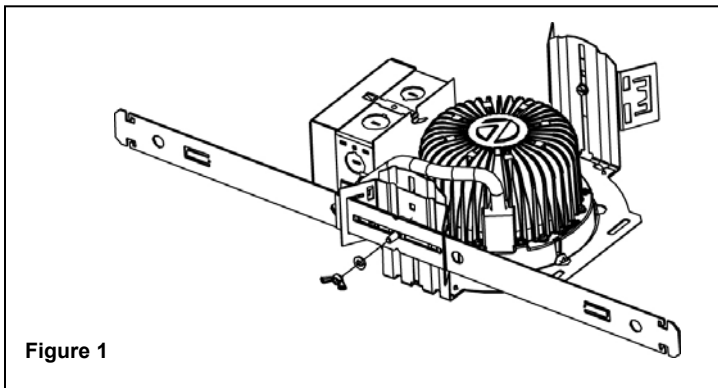

Figure 1
- 1.) Place (2) short hanger bars together so that the formed tabs slip into the slots to form one long rigid hanger bar. Aligning the "V" cutouts in the hanger bar will set the spacing for a 24" ceiling. (See Figure 1.)
- 3.) Adjust the hanger bars as needed and tighten the wing nuts to secure the spacing. (See Figure 1.)
- 1) Rassembler les deux supports courts (2) de manière à ce que les languettes prévues se glissent dans les rainures et forment un seul support rigide plus long. Aligner les découpes en « V » du support pour régler l'espacement à une structure de plafond de 24 po. (Voir la Fig. 1)
- 2.) Assembler les supports dans les ferrures de montages ajustables en glissant le support rigide allongé à travers la longue patte verticale de la découpe en « C » de la ferrure et fixer à l'aide de la quincaillerie fournie, l'écrou à oreilles ajusté dos à l'appareil. (Voir la Fig. 1)
- 3.) Ajuster les supports, puis serrer les écrous à oreilles afin de bloquer le réglage de l'espacement. (Voir la Fig. 1)